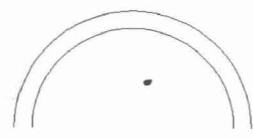

图1-18 绘制圆弧
(2) 继续绘制一个半径为 170mm 的半圆弧，其圆心位置与上一步绘制的半圆弧相同，如图 1-18 所示。